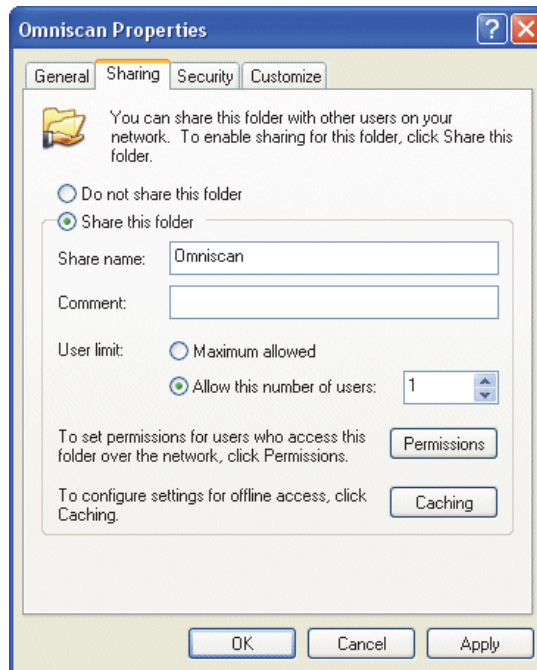

Figura 7-13 Pestaña Sharing en el cuadro de diálogo Omniscan Properties (Windows XP)
3. En el cuadro de diálogo **Omniscan Properties** (Propiedades OmniScan), haga clic en la pestaña **Sharing** (Compartir). Véase la Figura 7-13 en la página 223.